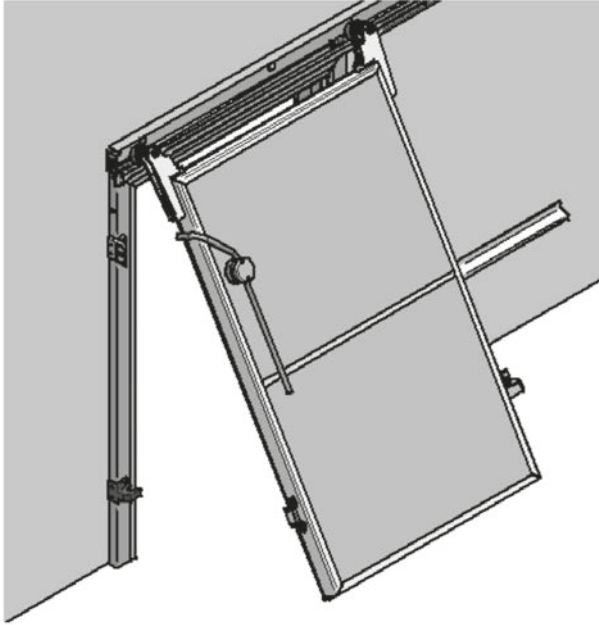

Abb. 6
- Setzen Sie die Zugrollen auf die obere Führung in Übereinstimmung mit den schwarzen Polyäthylensitzen ein (Abb. 6).